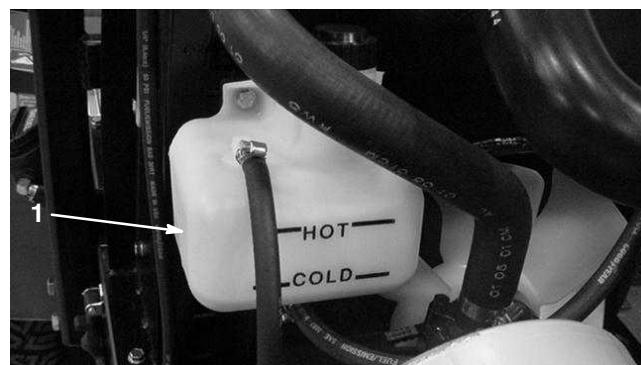

Bild 16
1. Prüfen Sie den Kühlmittelstand im Ausdehnungsgefäß (Bild 16). Der Stand sollte zwischen den Marken an der Seite des Gefäßes liegen.